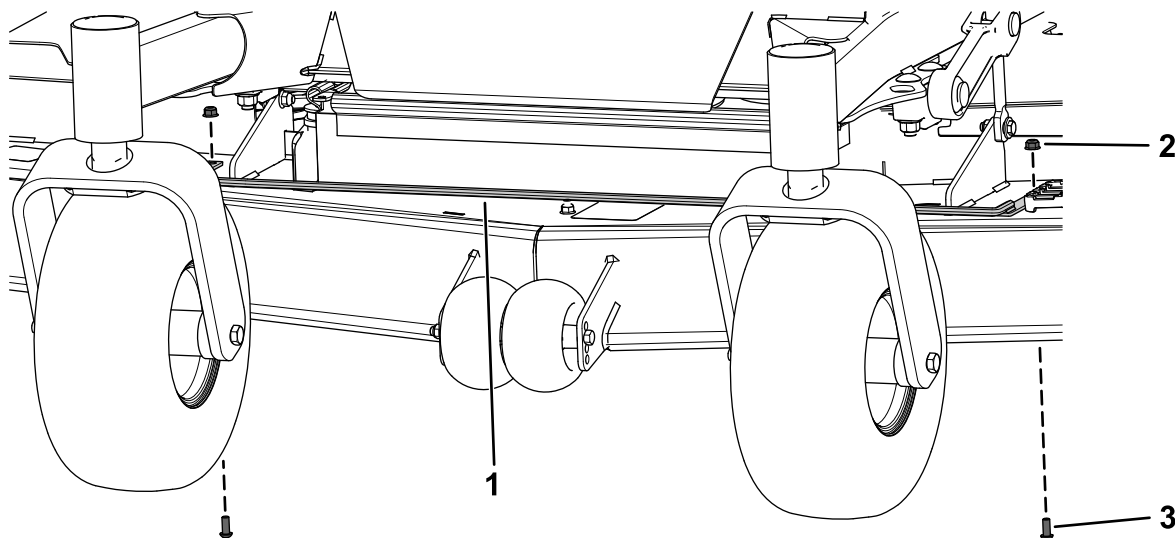

Figure 15
4. Fixez la tige de support inférieure avant à l'aide des 2 boulons à tête ronde (5/16" x 3/4") et des 2 écrous à embase (5/16") retirés précédemment, comme montré à la Figure 15.